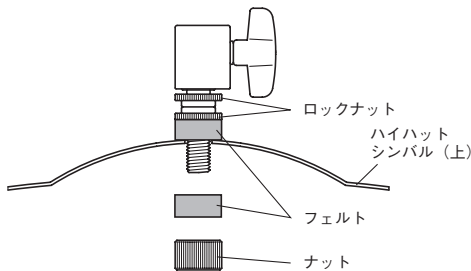

図 7-2
- \* クラッチにハイハットシンバル(上)を取り付けます。図7-2のようにまずクラッチの下側のナットとフェルトを外し、二枚のフェルトの間にシンバルを挟むようにして固定します。また、ロックナットの位置を調整することによってクラッチに対するシンバルの締め具合を調整できます。ハーフ・オープン音をよく使う場合にはシンバルを緩めにセットしたほうが音がきれいに繋がります。